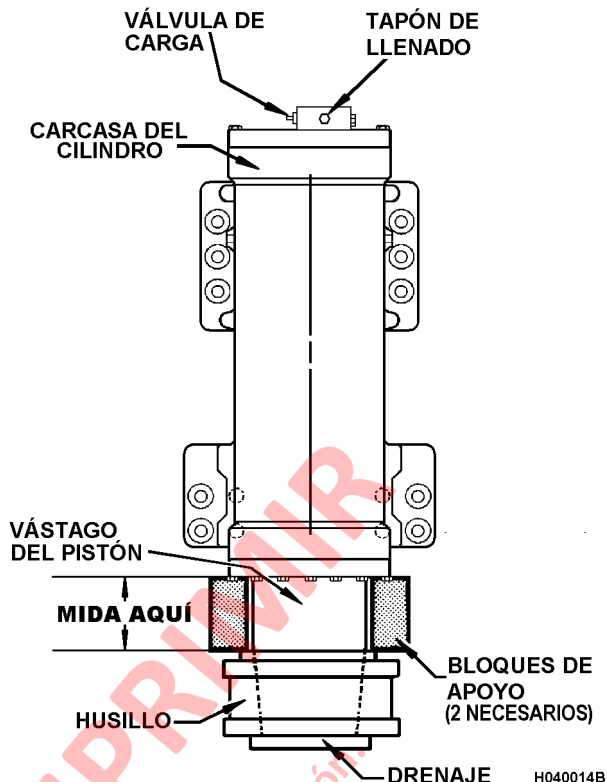
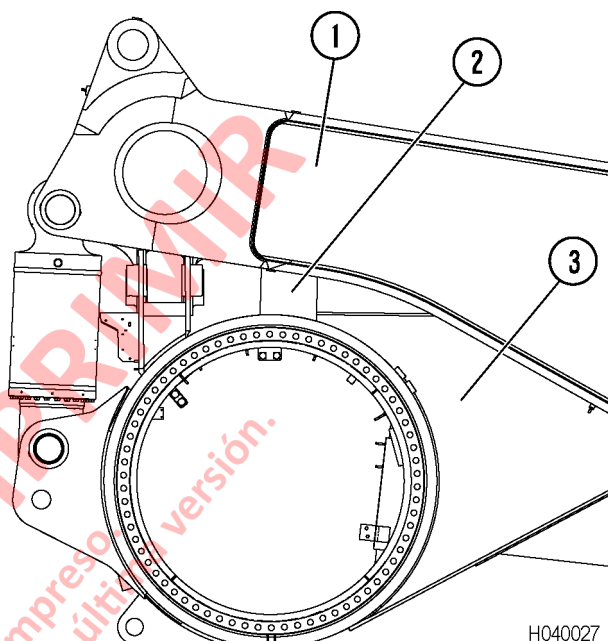

FIGURA 4-2. SUSPENSIÓN DELANTERA
FIGURA 4-4. INSTALACIÓN DEL BLOQUE DE LUBRICACIÓN
Se pueden fabricar bloques de soporte de diversas maneras, se recomiendan materiales de acero suave. Se puede utilizar hierro cuadrado o segmentos de tuberías de al menos 25 mm (1 in). Los bloques deben soportar el peso del camión durante los procedimientos de lubricación y carga y, a su vez, evitar el contacto con las superficies niqueladas y los sellos de la suspensión. Consulte la Figura 4-2 para ver la ubicación del bloque de soporte de la suspensión delantera y la Figura 4-4 para la ubicación del bloque de soporte de la suspensión trasera.
1. Ubique y asegure los bloques de dimensión de altura de lubricación a 180° para dar estabilidad (vea la Figura 4-2). Cuando se libere la presión de nitrógeno, las suspensiones bajarán y descansarán sobre los bloques. Asegúrese de que los bloques no marquen o rayen las superficies niqueladas de los pistones, ni dañen los sellos barredores en el retén del buje inferior. Los bloques de soporte deben asentarse en el husillo y la caja del cilindro.
2. Retire la tapa de la válvula de carga. Gire la tuerca giratoria (hexagonal pequeña) (3) hacia la izquierda tres vueltas completas para remover el sello de la válvula. NO GIRE la hexagonal grande. El cuerpo de la válvula de carga tiene una ranura de purga en sus hilos de montaje, pero para seguridad de todo el personal, el cuerpo de la válvula no se debe soltar hasta haber liberado toda la presión de nitrógeno de la suspensión.
4. Retire el tapón de llenado superior que se encuentra junto a la válvula de carga (vea la Figura 4-2).
7. Para bajar el camión a los bloques de carga, abra la válvula de entrada (4) hasta que la presión caiga bajo la indicada en la tabla a continuación de la Figura 4-2, luego cierre la válvula.
8. Instale la manguera central al múltiple (6).
9. Cargue las suspensiones a la presión indicada en la Figura 4-2. **NO UTILICE** una sobrecarga de nitrógeno para levantar las suspensiones de los bloques de carga.
1. Ubique y asegure los bloques de lubricación de manera que queden entre el chasis y la caja del eje trasero (vea la Figura 4-4). Debe usarse un bloque al lado izquierdo y derecho del camión.